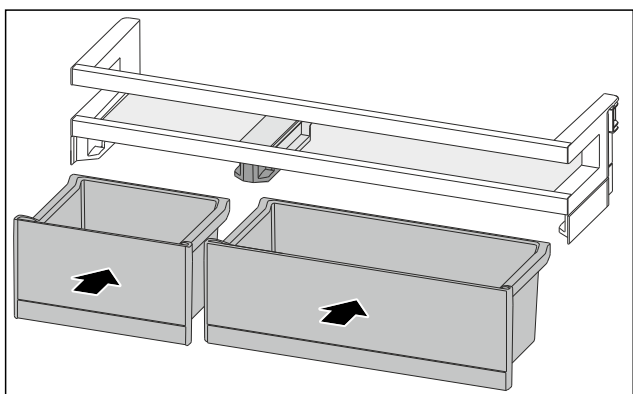

Fig. 113
- ▶ Vstavite bokse VarioBox v obratnem vrstnem redu. (glejte Fig. 113)